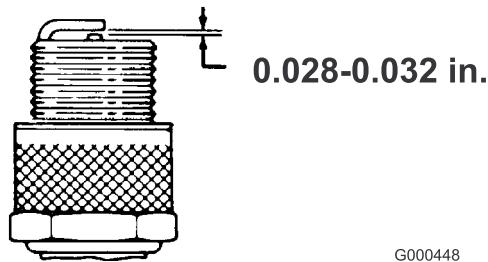

Figura 27
3. Ajuste el hueco entre electrodos a 0,7–0,8 mm (Figura 27). Tras ajustar correctamente los electrodos, coloque la bujía y apriétela a 23 Nm.